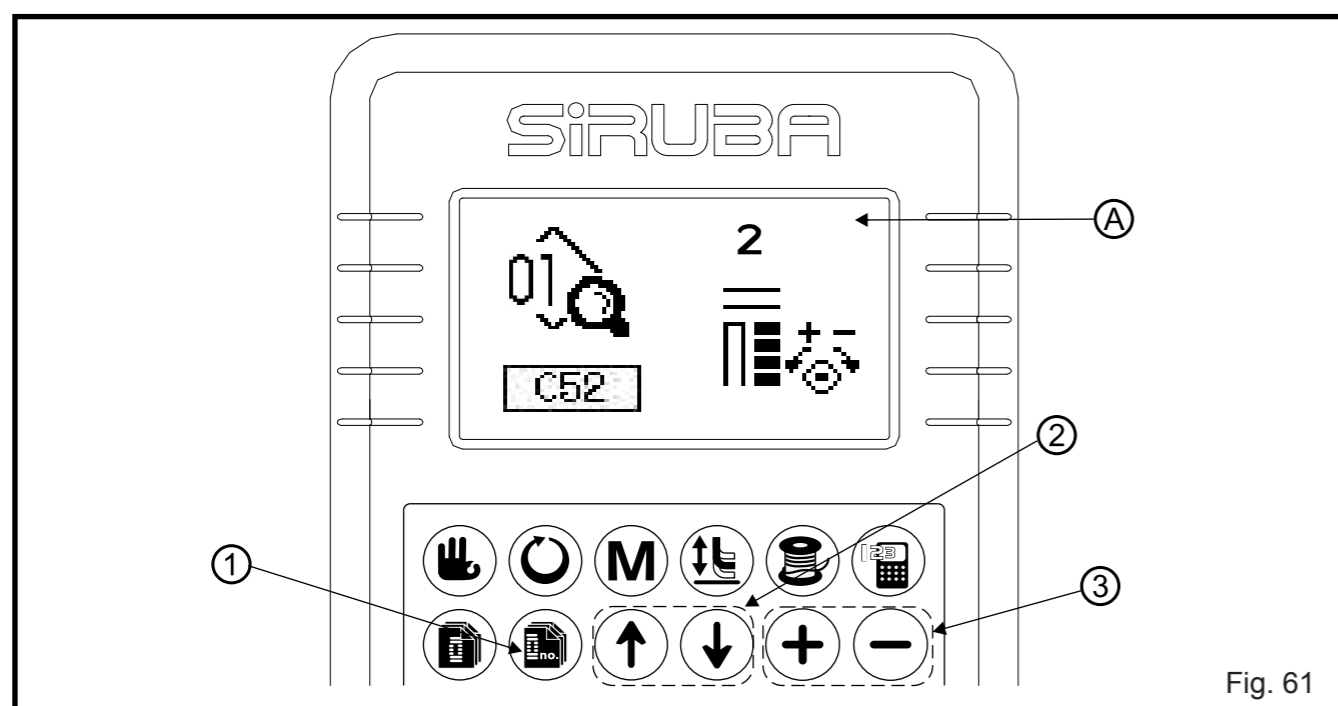

Fig. 61
1. Pressione a tecla de Item ① sob o modo de entrada para entrar no modo de seleção de parâmetros A (Fig. 61)
2. Escolha pressionando a tecla de Seleção de item ② para cima e para baixo.